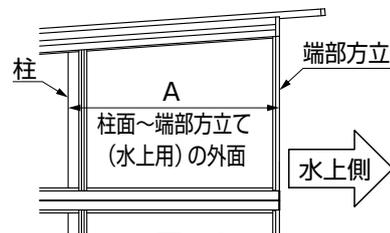

図5-9
②サイドパネル上枠 (台形用) の位置出しをし、サイドパネルブラケットに本固定してください。(図5-9、表5-1参照)
③サイドパネル上下枠を方立に【4-5】で仮止めしてください。
④サイドパネル上下枠に梁の本数×2個の【4-1】を差込み、サイドパネルブラケットの位置を合わせ、柱にφ3.5の穴加工をしてください。